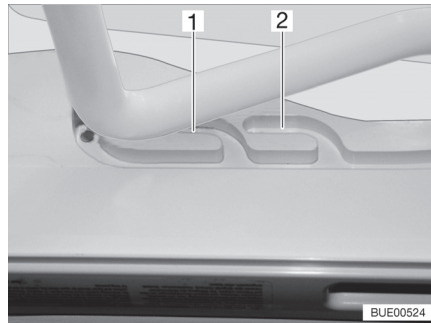
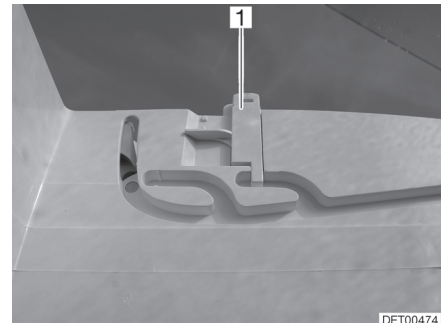

Bild 19 Führung (Lüftungsstellung)
Bild 20 Verriegelung (Lüftungsstellung)
Die Heki-Dachhaube kann in zwei Lüftungsstellungen gebracht werden: Schlechtwetterstellung (Bild 19,1) und Mittelstellung (Bild 19,2). Je nach Modell kann die Dachhaube in der Mittelstellung mit dem Riegel (Bild 20,1) verriegelt werden.
- Den Bügel leicht nach oben drücken und in die gewählte Führung (Bild 19,1 oder 2) schieben und ggf. verriegeln.